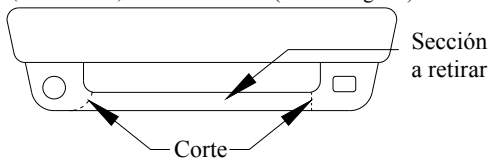

FIGURA 1
****Ver nota abajo y Figura 1**
①	Cant. (2)	Perno hexagonal, 1/2"-13 x 1-3/4"	③	Cant. (2)	Tuerca con manija, 1/2"
②	Cant. (2)	Arandela cónica, 1/2"	④	Cant. (4)	Perno hexagonal, M10 x 1.50 x 45
****NOTA: Todos los vehículos Mazda y Ford Ranger del 93 al 97 con la opción de luz para niebla requieren un corte extenso de la placa protectora. Ver Figura 1. CONSULTE EL PROPIETARIO DEL VEHÍCULO.**